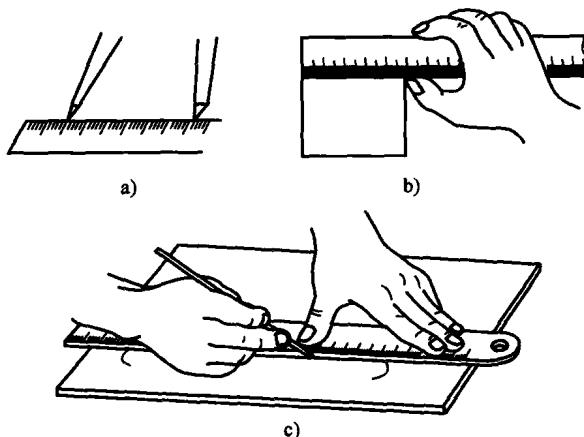

图 1 金属直尺的使用
(2) 金属直尺 金属直尺是一种简单的尺寸量具。在尺面上刻有尺寸刻线，最小刻线距为 $0.5mm$ ，它的长度规格有 $150mm$ 、 $300mm$ 、 $1000mm$ 等多种。主要用来量取尺寸、测量工件，也可作为划直线时的导向工具(图 1)。